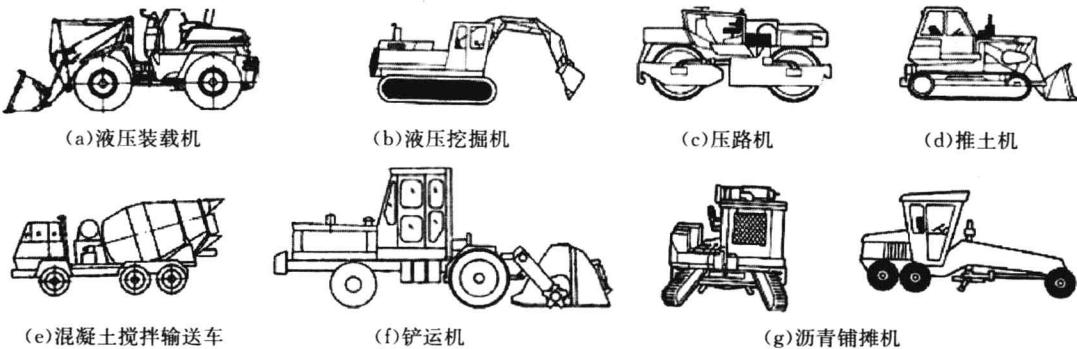

图 1-2 液压在工程机械中的应用
(2)用于工程机械。高速公路、机场、铁路、水库大坝等工地上,活跃着成群结队的液压工程机械(图 1-2),从而使大型建筑工地告别了“人海战术”。